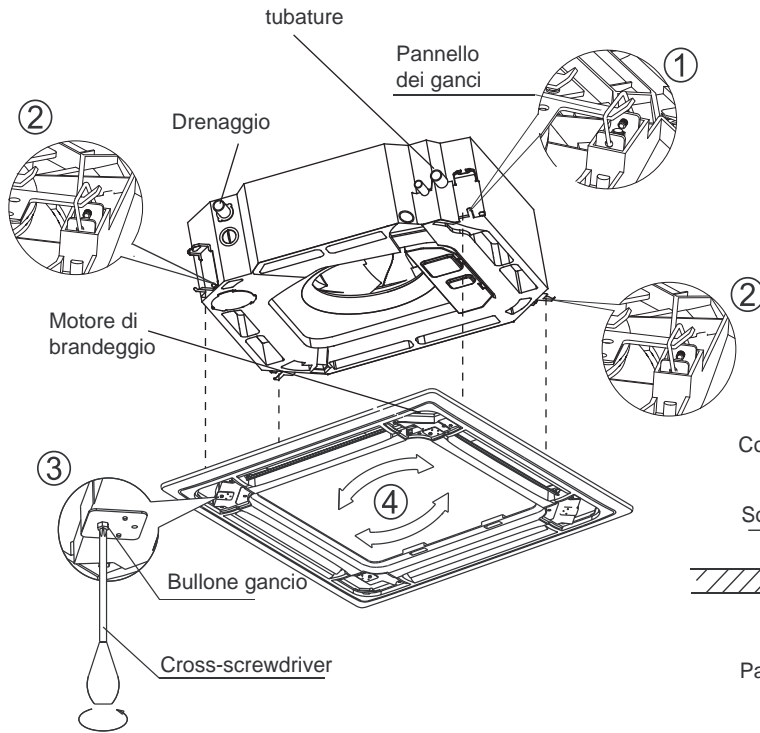

Fig.24
1. Allineare correttamente il motore di brandeggio del pannello ai raccordi dei tubi del corpo dell'unità. (Fig. 24)